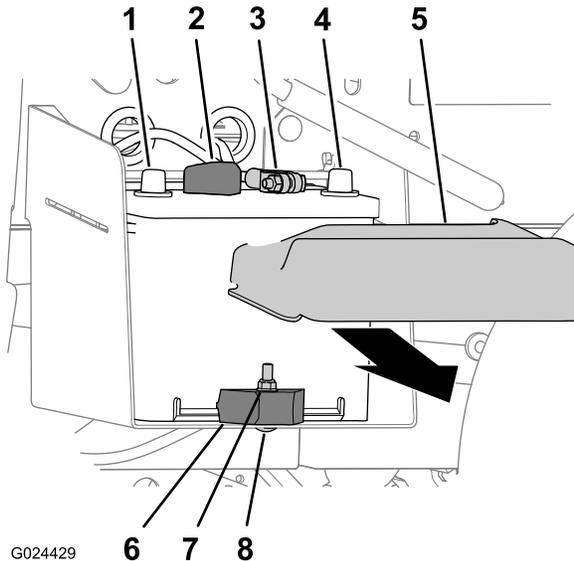

Bild 37
1. Entfernen Sie die Batterieabdeckung oben an der Batterie (Bild 37).
2. Schließen Sie das Pluskabel der Batterie vom Batteriepol ab (Bild 37).
3. Schließen Sie das Minuskabel der Batterie vom Batteriepol ab (Bild 37).
2. Entfernen Sie die Sicherungsmutter, Schlossschraube und die Batterieklemme, mit denen die Batterie am Batteriefach befestigt ist (Bild 37).
3. Nehmen Sie die Batterie aus dem Batteriefach (Bild 37).
1. Fluchten Sie die Batterie mit dem Batteriefach der Maschine aus (Bild 37).
Hinweis: Stellen Sie sicher, dass die Plus- und Minuspol der Batterie so ausgefluchtet sind, wie in Bild 37 abgebildet.
2. Befestigen Sie die Batterie mit der Batterieklemme, der Schlossschraube und Sicherungsmutter am Batteriefach (Bild 37).
1. Schließen Sie das Minuskabel am Batteriepol an (Bild 37).
2. Schließen Sie das Pluskabel am Batteriepol an (Bild 37).
3. Setzen Sie die Batterieabdeckung oben an der Batterie auf (Bild 37).